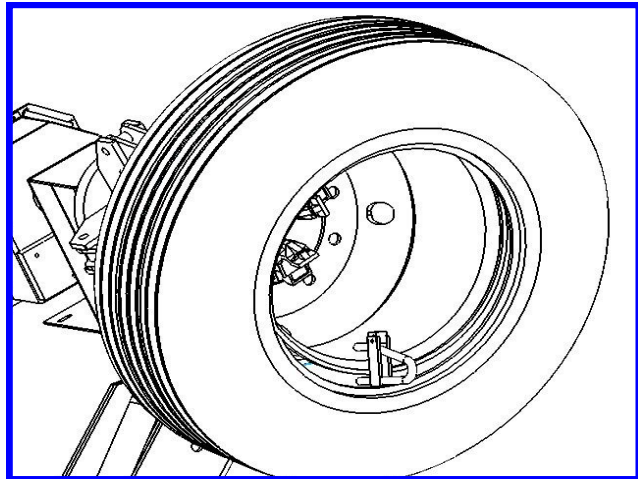

Fig. 12
8) Posicione o grampo ponto mais baixo (posição “6 horas”) fora do segundo talão (**Fig. 12**)